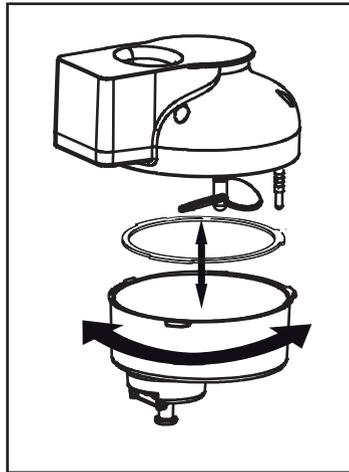

Fig. 5
- Para limpar em profundidade a unidade do motor **A**, desmonte a mesma (Fig. 5):